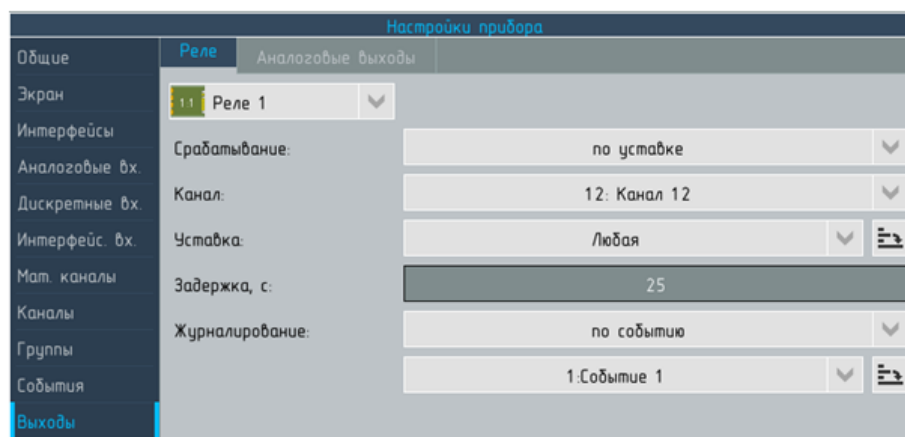

Рисунок 6.64 – Настройки прибора. Раздел **Выходы**, вкладка **Реле**, аргумент – уставка
- ▶ **По уставке** – реле срабатывает, если превышена назначенная для него уставка (см. рисунок 6.64);